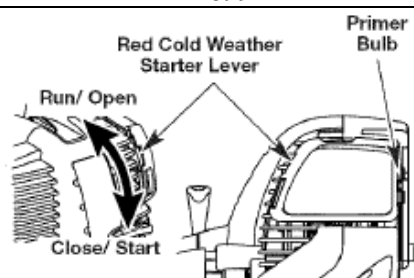

Рис. 10
3. Полностью выжмите и отпустите кнопку подкачки топлива 10 раз. В кнопку должно попасть некоторое количество топлива (Рис. 10). Если видимых признаков появления топлива кнопке не наблюдается, выжмите ее еще несколько раз.
3. Полностью выжмите и отпустите кнопку подкачки топлива 10 раз. В кнопку должно попасть некоторое количество топлива (Рис. 10). Если видимых признаков появления топлива в кнопке не наблюдается, выжмите ее еще несколько раз.